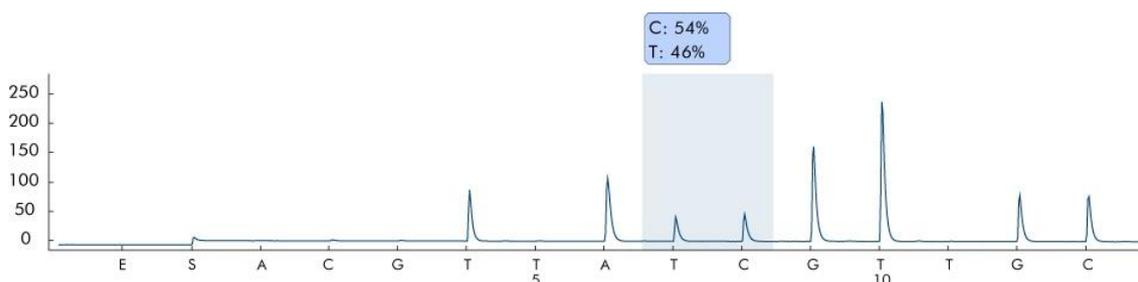

Figure 7. Pyrogramme du run 2
- 49. Dans le logiciel PyroMark Q24 MDx, ouvrir le run et analyser tous les puits. Le tracé des pics du run 2 doit être similaire à celui de la Figure 7.**